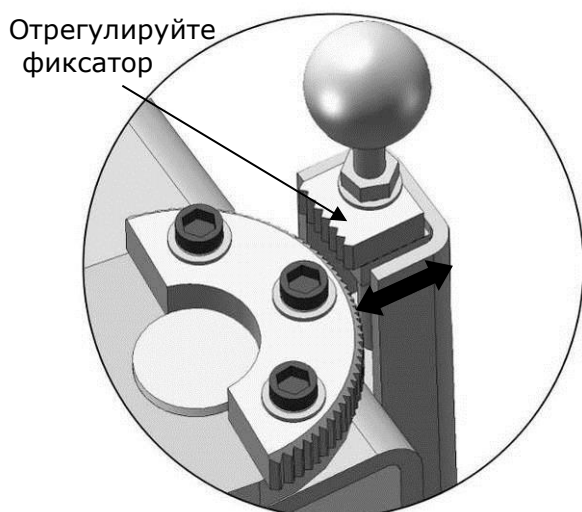

Рис. 24
3. Отрегулируйте фиксатор (См рис. 24).